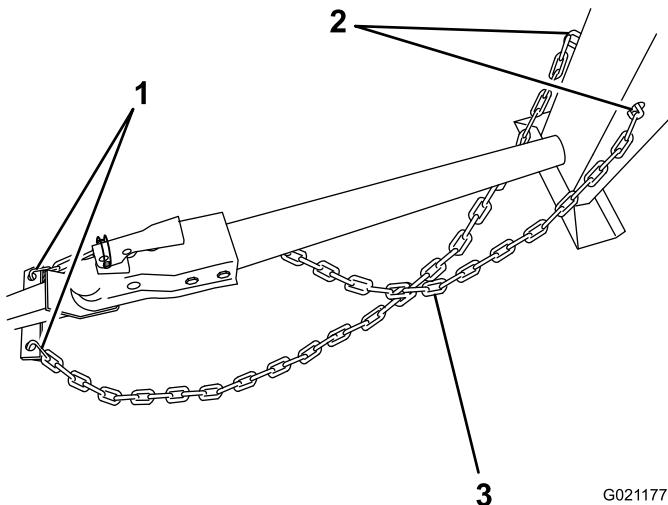

Figure 20
1. Tirez la chaîne de sécurité à travers les trous allongés du montant avant de la machine, en laissant juste assez de mou de chaque côté pour pouvoir prendre des virages quand vous remorquez la machine (Figure 20).